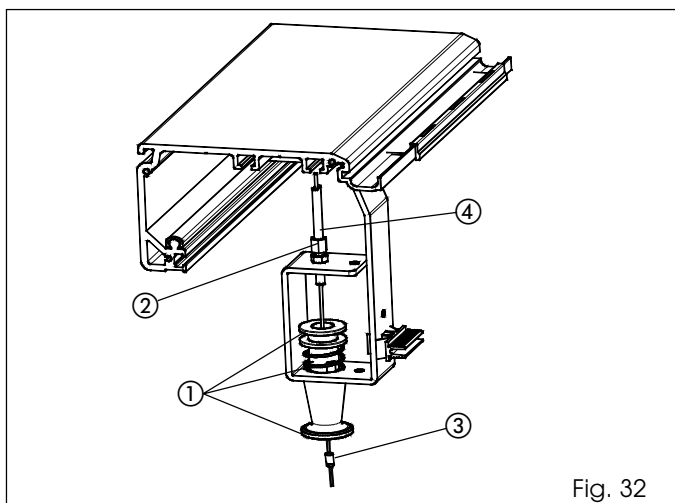

Fig. 32
- Assemblare il pomello di sblocco come indicato in fig. 32 rif. ①.
- Avvitare il registro, con i relativi dadi di bloccaggio, sulla parte interna della staffa (fig. 32 rif. ②).
- Bloccare il cavo di acciaio con il fermacavo ed apposita vite (fig. 32 rif. ③).
- Portare la guaina del cavo in battuta sul registro (fig. 32 rif. ④).